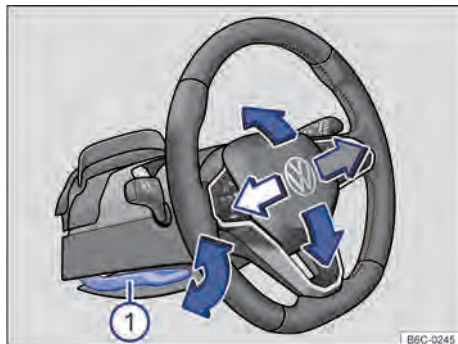

Fig. 64 Embaixo e à esquerda do volante junto com o revestimento da coluna de direção: alavanca de ajuste da posição do volante.
- Empurrar a alavanca para baixo segurando-a pelo seu manípulo → Fig. 64 ①.